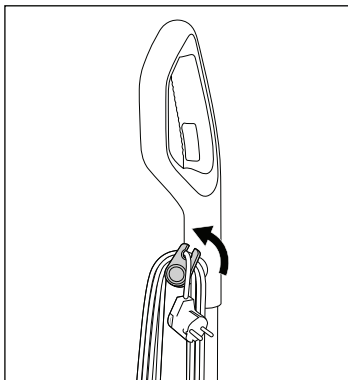

Fig. 43
- Per sbloccare l'apparecchio dalla posizione di parcheggio, mantenere fermo con un piede il piede ❸ dell'apparecchio e spostare all'indietro l'estremità superiore ❶.
- ♦ Estrarre leggermente il portacavo superiore ❶❷ e ruotarlo nuovamente verso l'alto (vedere fig. 43).